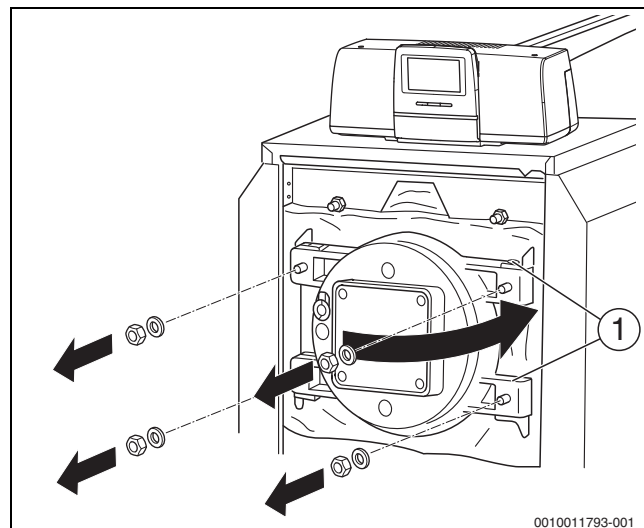

Fig. 26 Abrir a porta da câmara de combustão
- ▶ Pressionar o parafuso para fora da dobradiça (→ fig. 26, página 25) de baixo para cima.